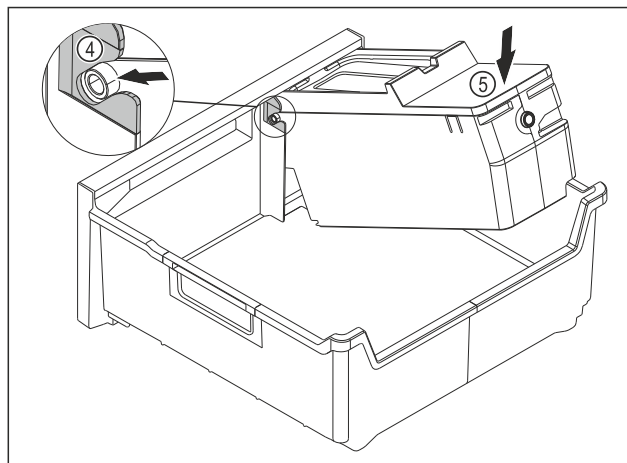

Fig. 176
- ▶ Montering af EasyTwist-Ice-legemet: Skub EasyTwist-Ice-legemets akser ind i føringerne Fig. 176 (4).
- ▶ Tryk EasyTwist-Ice-legemet Fig. 176 (5) ned bagtil.